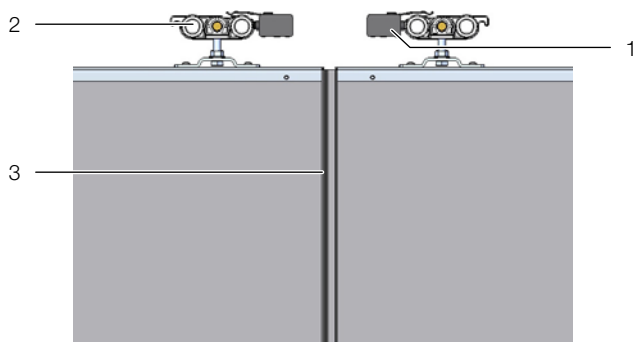

Рис. 23: Положение монтажа упора и роликового аппарата внутри без доводчика
- В случае дверей **без доводчика** слева и справа в направляющую шину вставить упор таким образом, чтобы "язычок" для остановки роликов был расположен со внешней стороны (рис. 23).